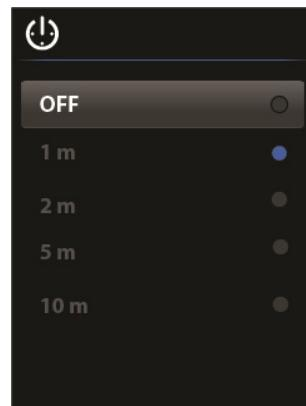

Fig 9-8 Välj APO-tid
3. Använd pilknapparna för att bläddra till önskad APO-tid (automatisk AVSTÄNGNING efter 1 minut, 2 minuter, 5 minuter och 10 minuter). Se Fig 9-8.